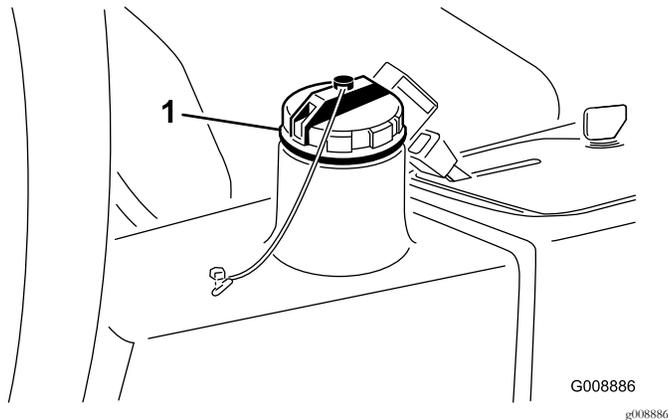

Figura 76
4. Encha o reservatório (Figura 76) com aproximadamente 13,2 l de fluido hidráulico; consulte Verificar o sistema hidráulico \(página 32\).